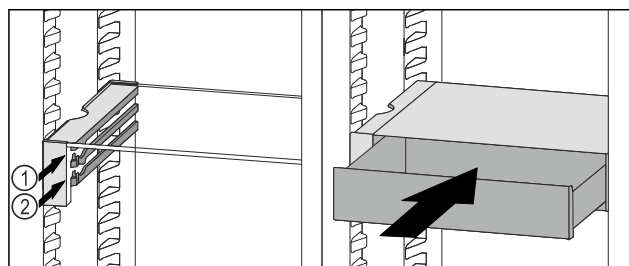

Fig. 148
- ▶ A VarioSafe-fiókot az ütközők mögött helyezze a kívánt bordára a Fig. 148 (1) vagy Fig. 148 (2) szerint.